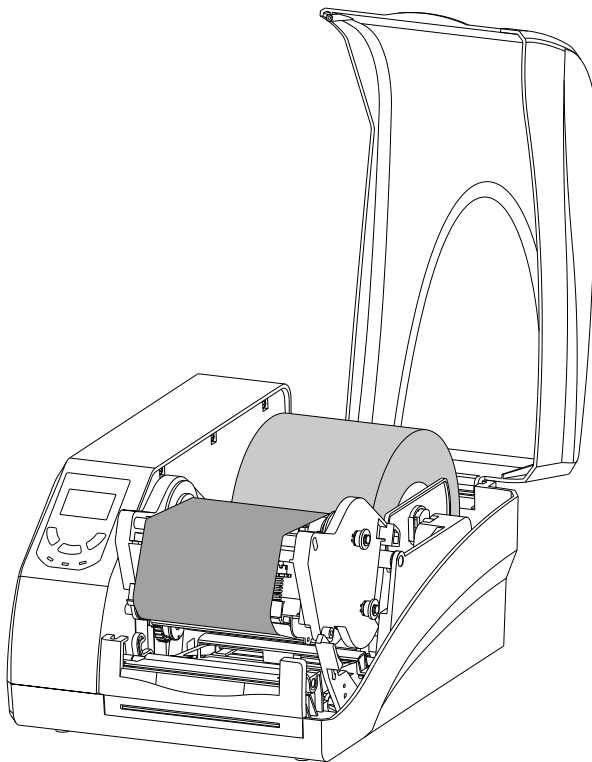

图 2-12
2. 把纸卷轴连同纸卷一起放入纸卷仓，按纸卷轴上的刻度将纸卷放置在中间位置，并将两个挡板靠紧纸卷，如图 2-12 所示。